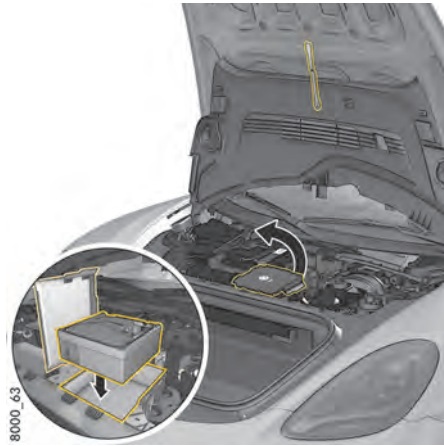

図 219: タイヤ充填コンプレッサーの交換
1. タイヤ充填コンプレッサーを収納ボックスに入れてください(図.219)。